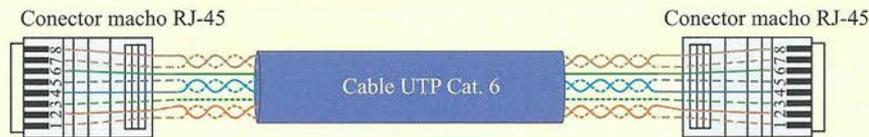

Figura 6.90. Cable de conexión directa.
**6.4. Fabricación de un cable de conexión directa.** Realiza el montaje de un cable de pares trenzados de conexión directa, como el de la Figura 6.90 cuya conexión se realizará pin a pin en un conector RJ-45 macho en ambos extremos, según el esquema de conexionado escogido (EIA 568B o 568A). Una vez finalizada la conexión en ambos extremos, comprueba que el mapeado de cable sea correcto y realiza una prueba de certificación de red para comprobar que las prestaciones del cableado realizado cumplen con las normas de referencia.